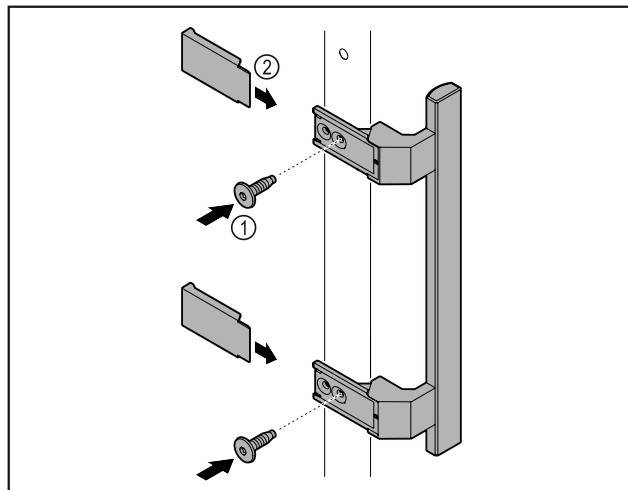

Fig. 2
- Установите на двери ручку из набора принадлежностей, используя прилагающиеся винты Fig. 2 (1).
- Установите облицовку Fig. 2 (2).